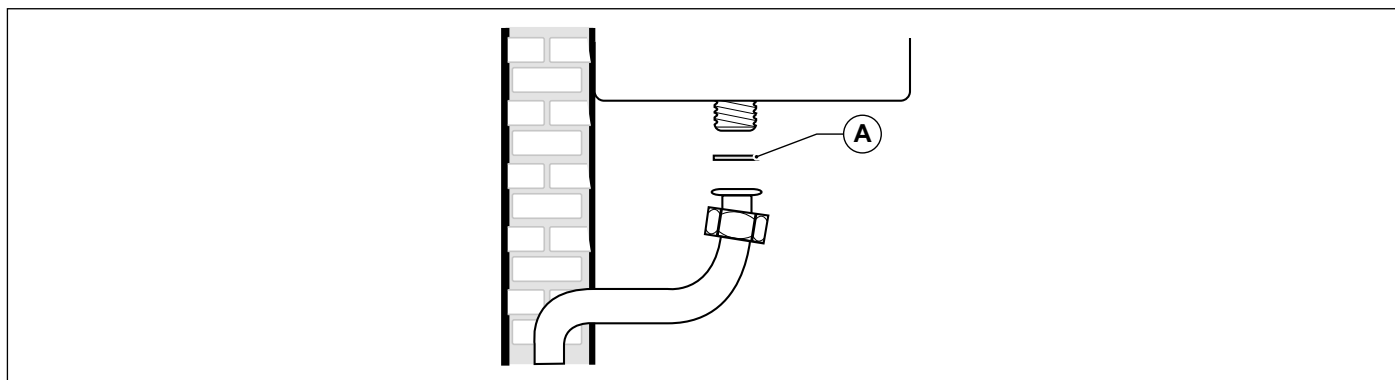

Рис. 13 Подключение к газовой сети
**ОБЯЗАТЕЛЬНО, при подключении котла к линии подачи ГАЗА использовать накидную гайку (А) с применением прокладки в стыковой полости (смотри Рис. 13 Подключение к газовой сети).**